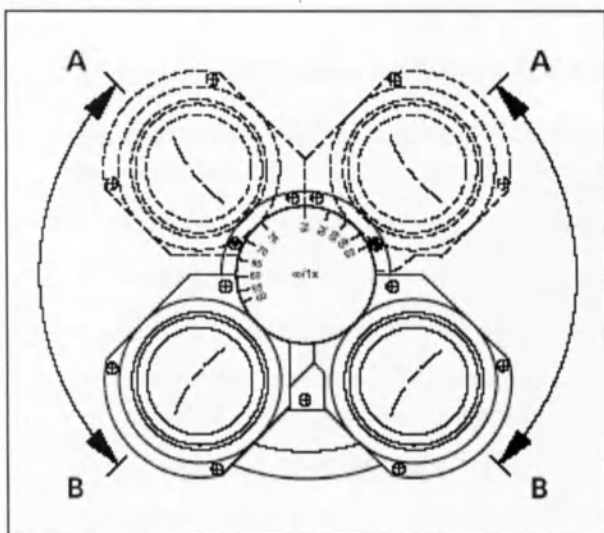

Рис. 13 Настройка высоты наблюдения
- Высота наблюдения настраивается на индивидуальные потребности путем вращения окулярных трубок вверх (рис. 13/A) или вниз (рис. 13/B).